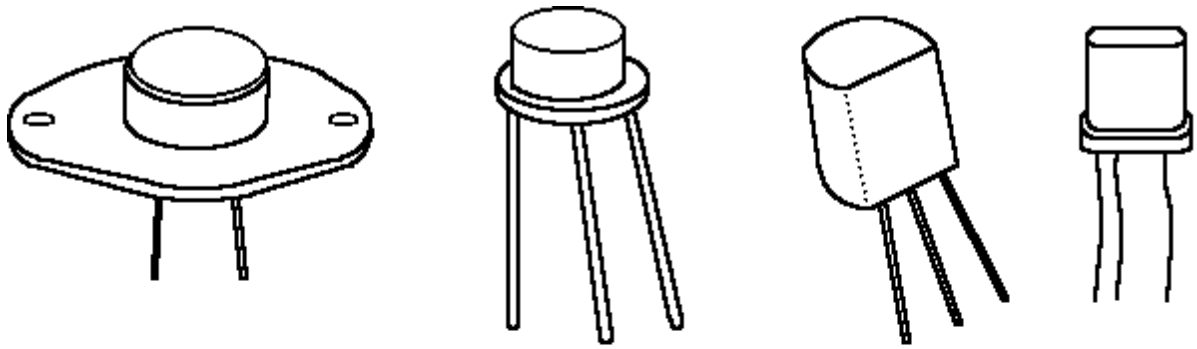

**FIGURA 5**
- Rimanendo sul lato rame della scheda occorre osservare tutti i punti di saldatura poiché col tempo e per effetto del calore alcune saldature possono essersi staccate o diventate saldature fredde (figura 5). Queste ultime sono ancora attaccate alle piazzole di rame, ma appaiono opache e porose e hanno perso di conducibilità. Queste deformazioni dalla situazione originale si producono in genere sui connettori di ingresso/uscita della scheda. In questi casi basta rifare le saldature. È frequente il caso in cui rifatte le saldature la scheda elettronica torna a funzionare.